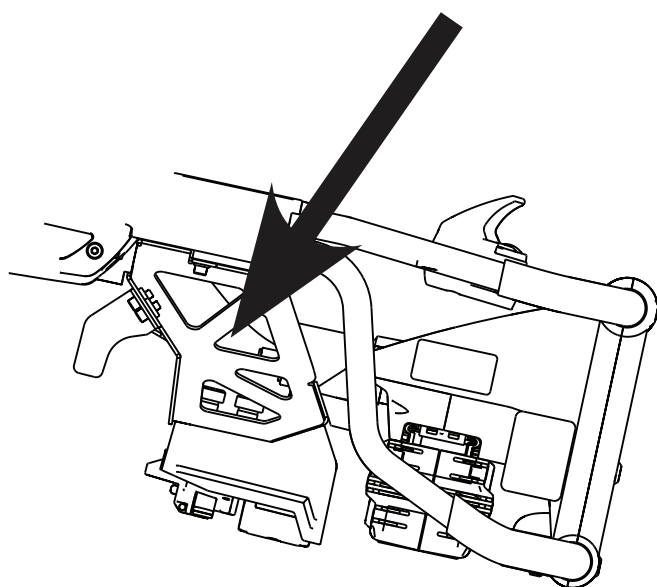

Rysunek 26 – Podnieś stojak na kroplówki i ustaw tacę defibrylatora (przedstawiono Model 6506)
3. Jeżeli produkt wyposażono w stojak do kroplówek, unieś go (A) do pozycji w pionie (Rysunek 26).
5. Ustaw wewnętrzne nóżki (B) podstawki pod defibrylator skierowane w kierunku końca produktu po stronie głowy pacjenta (Rysunek 26).